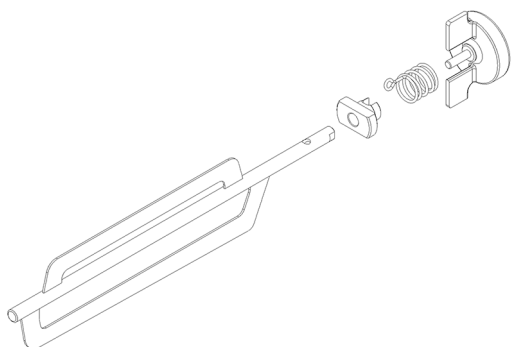

figura 28
- 6 Se presente, assemblare il mescolatore e la girante magnetica come mostrato in figura. (vedere figura 28)